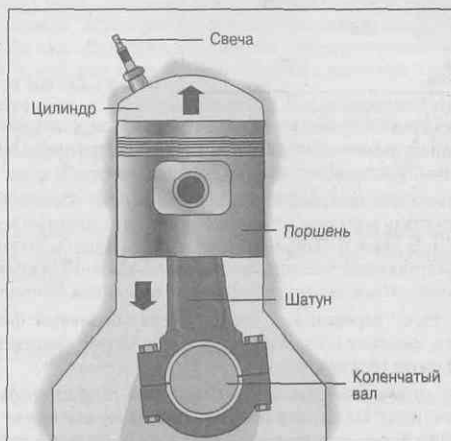

Рис. 4.3. Цилиндр и поршень
6. Эта смесь бензина и топлива поступает в цилиндры двигателя. Цилиндр (рис. 4.3) представляет собой полую трубу с одним открытым концом и одним закрытым. Внутри каждого цилиндра находится **поршень**, который перемещается вверх и вниз. Поршень поднимается *вверх*, сжимая смесь воздуха и топлива в маленьком пространстве.